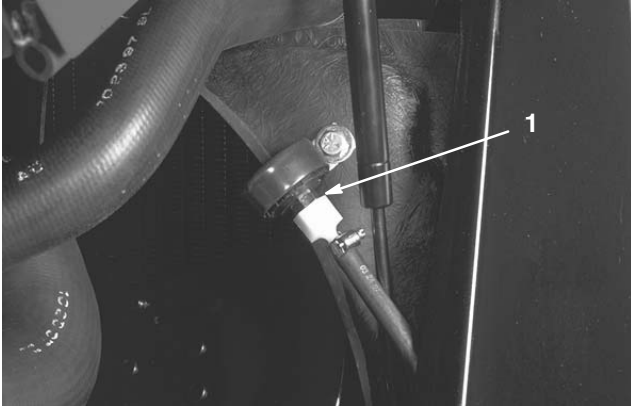

Bild 51
2. Der Entlüfter befindet sich rechts am Kühler (Bild 51). Reinigen Sie den Bereich um den Entlüfter, schrauben Sie ihn mit einem Schraubenschlüssel heraus und wechseln Sie ihn aus.